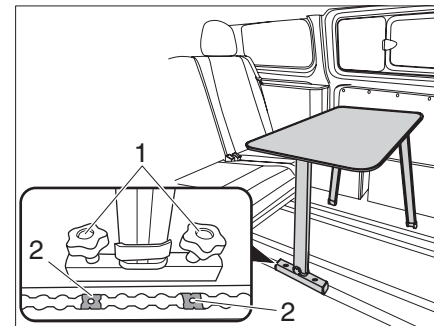

Fig. 50 Table en place dans le véhicule
- Placer le pied de la table au-dessus des coulisseaux (Fig. 50/2).
- Visser 2 écrous papillons (Fig. 50/1) dans les coulisseaux (Fig. 50/1).